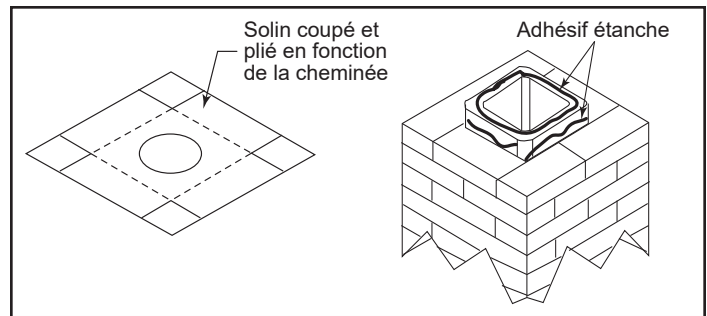

Figure 3.49
- Fixez le solin (705C) en haut de la cheminée de maçonnerie au moyen d'un cordon de mastic non durcissant. Si le solin est plus grand que le haut de la cheminée, faites des entailles et repliez-le selon les besoins par l'adapter à la cheminée (figure 3.49).